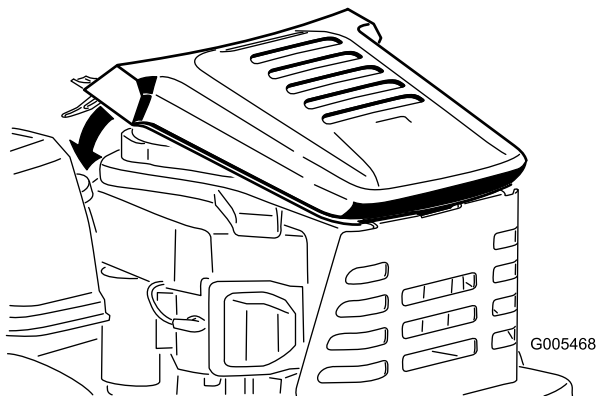

Figure 6
1. Posez le capot moteur sur la protection arrière du moteur, comme illustré à la Figure 6. Assurez-vous que la languette à l'arrière du capot s'engage bien dans l'encoche de la protection et pivotez le capot en avant et vers le bas.
2. Pour monter le capot (Figure 6), assurez-vous que la languette à l'arrière du capot est engagée dans l'encoche de la protection, et pivotez le capot en avant et vers le bas.